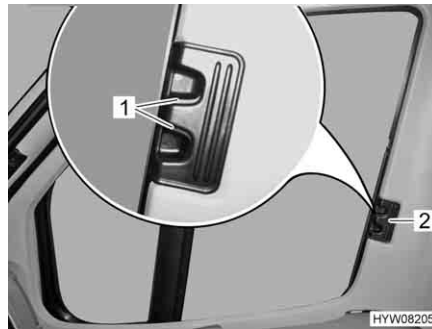

Fig. 40 Tendina oscurante pieghevole per il finestrino del conducente/passeggero
- Inserire fino all'arresto le tendine oscuranti pieghevoli per il finestrino del guidatore e del passeggero per la maniglia (Fig. 40,2).
- Fare innestare le maniglie di sbloccaggio (Fig. 40,1).